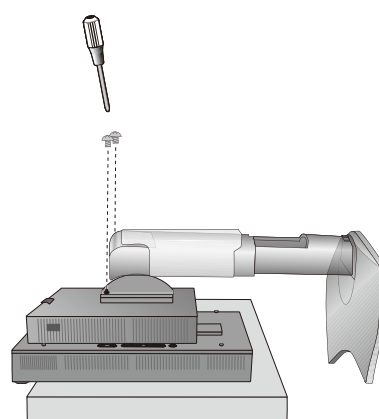

図 S.3
- 9 スタンドを取り付けている上側のネジ 2 本を取り外します。(図 S.3)